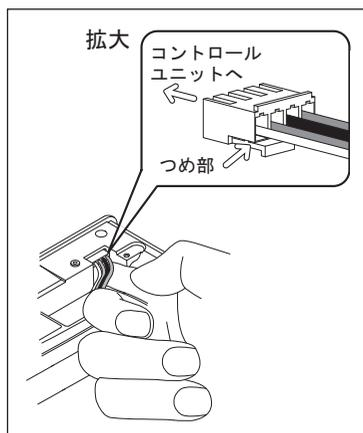

図8
- 5) コネクタを外す際は、コネクタの根元近くのつめ部を押しながら取り外してください。(図8)